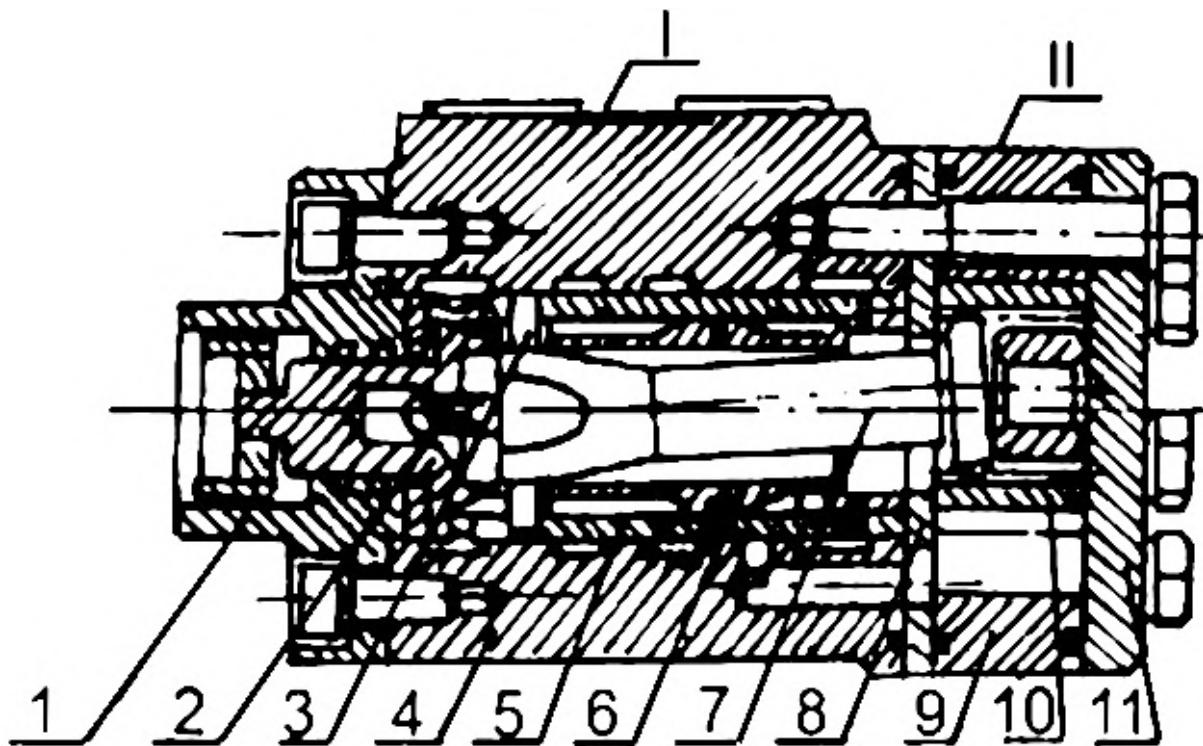

Рис. 11. Схема насоса дозатора.
- Насос дозатора (Рис. 11) состоит из двух элементов: распределительного блока и гидромотора обратной связи.
- Распределительный блок (I) состоит из корпуса (4), золотника (2), гильзы (5), комбинированного уплотнения в составе резинового и защитного колец, упорного подшипника и пыльника, запрессованного в кольцевую проточку в верхней части корпуса.
- Золотник занимает фиксированное положение в гильзе посредством штифта (3) и пластинчатых пружин, вставленных через пазы золотника и гильзы, и имеет возможность приложении момента поворачиваться относительно гильзы на угол 15° в обе стороны.
- Гидромотор обратной связи состоит из венца (9), звезды (10), крышки (11) и распределительного диска (8). Вращение от звезды к паре «золотник-гильза», или наоборот, передается карданом (7). Все элементы гидромотора стягиваются с корпусом болтами.
- В нейтральной позиции золотника (2) с гильзой (5), рабочая жидкость, подаваемая насосом питания, поступает по каналам корпуса, сверлениям гильзы и золотника на слив в бак.
- Во время поворота рулевого колеса поворачивается золотник (2) и открывается проход рабочей жидкости через гидромотор обратной связи к соответствующему отверстию и далее к силовому цилиндру поворота, при этом через второе отверстие силового цилиндра рабочая жидкость сливается обратно в бак. Управляемые колеса поворачиваются.
- Рабочая жидкость, проходя через гидромотор обратной связи, вращает звезду (10), связанную с гильзой (5) через кардан (7) и штифт (3).
- Когда прекращается поворот рулевого колеса и золотника (2), гильза (5)оворачивается до исходного относительно золотника (2) положения, при этом рабочая жидкость от насоса рулевого управления сливается в бак, а отверстия к силовому цилинду перекрываются.